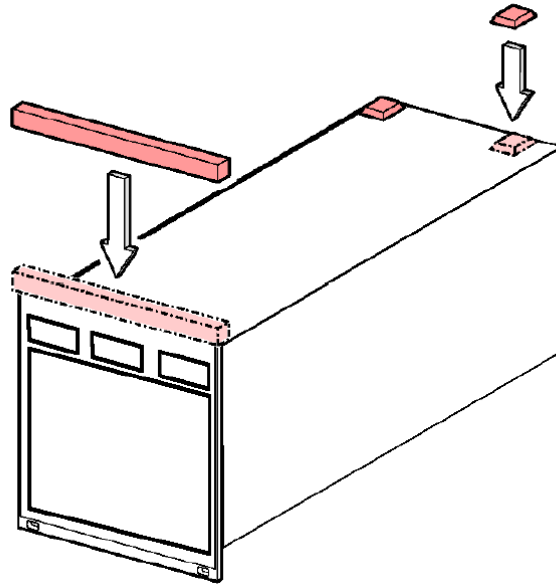

图 5 - 用作台式仪表
- 将 COMBIVAC CM 51 背面朝上放置（见图 5）